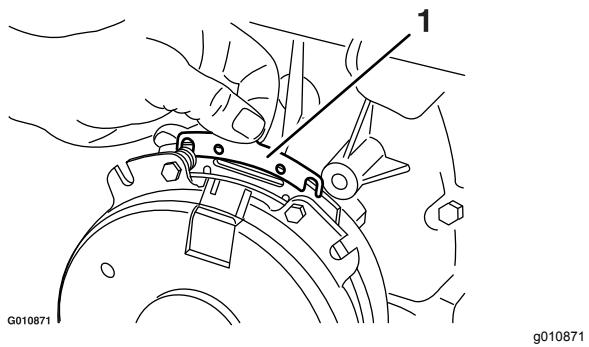

**Figura 74**
- A. Afloje ambos pernos de montaje del freno entre media y una vuelta, tal y como se muestra en la Figura 74.